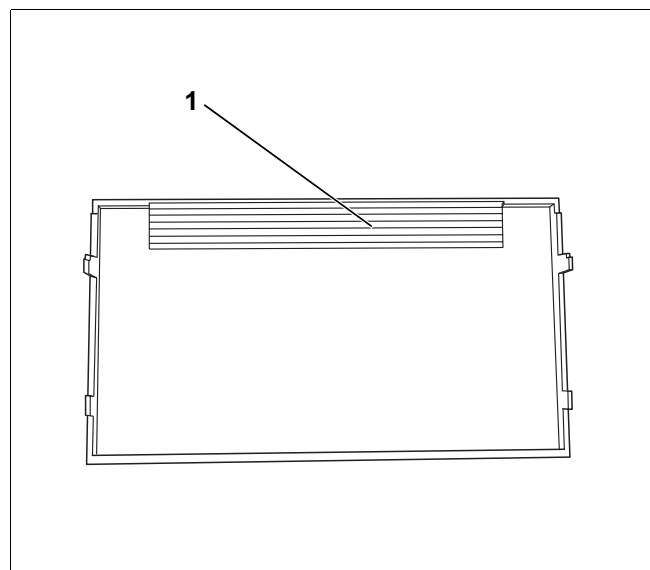

Fig. 8 Plaque en plastique
La façade en plastique transparent jointe à la livraison (fig. 8, page 8) sera posée plus tard sur l'appareil de régulation par le bas en tant que protection visuelle.
- Dans la partie cannelée (fig. 8, **pos. 1**), découpez à l'aide d'une pince coupante ou d'un outil similaire les emplacements où les câbles sont introduits dans l'appareil de régulation.